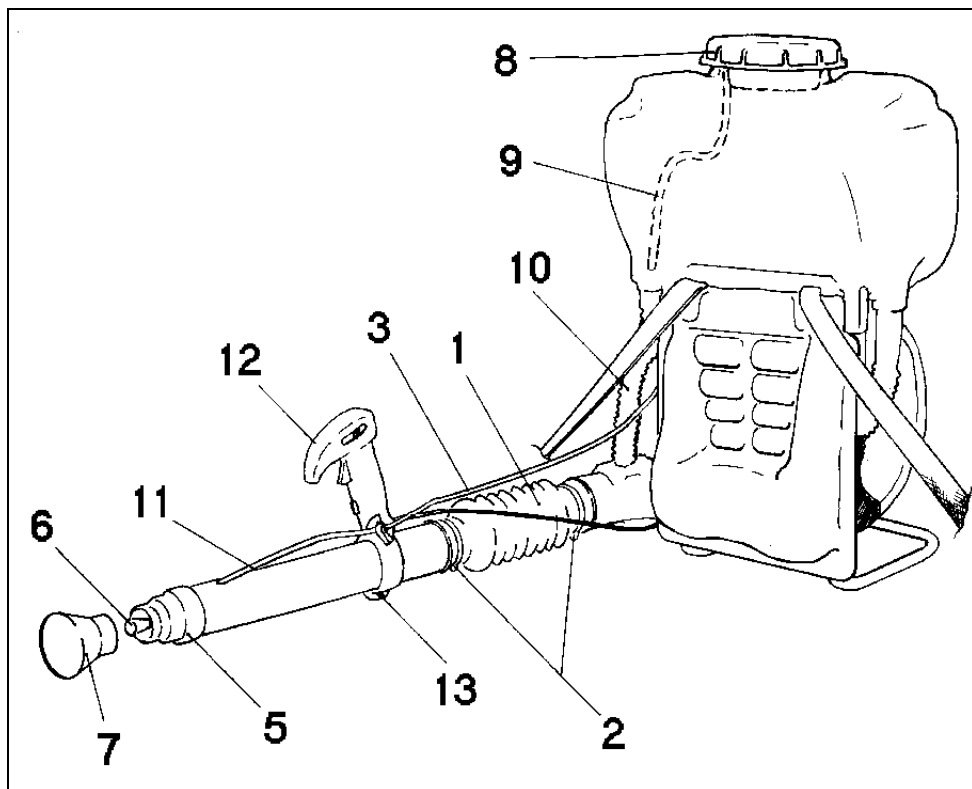

Рис. 1 Части опрыскивателя
- установите гибкий шланг Рис.1 поз. 1 на угловой патрубке и на красный шланг подачи воздуха. Закрепите, используя хомуты Рис.1 поз.2 (см. Сумку с инструментами).
- установите шланг Рис.1 поз.11 в рукоятку управления Рис. 1 поз.12.
- отрегулируйте позицию удобную для оператора и зафиксируйте винтом Рис. 1 поз.13
- установите шланг подачи раствора Рис.1 поз.3 на кран Рис. 1 поз. 12.
5. установите форсунку Рис.1 поз. 5 в распылитель рис. 1 поз.6.
6. при необходимости получить широкий угол установите насадку Рис. 1 поз. 7 на трубу Рис. 1 поз.5.